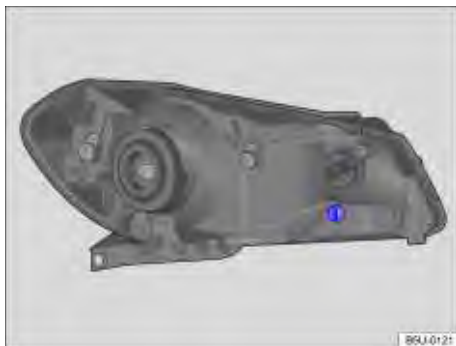

Fig. 172 No compartimento do motor: localização da lâmpada incandescente da luz de posição.
4. Girar o soquete da lâmpada ⇒ Fig. 172, no sentido da seta ⇒ Fig. 173, e desencaixá-lo do alojamento.